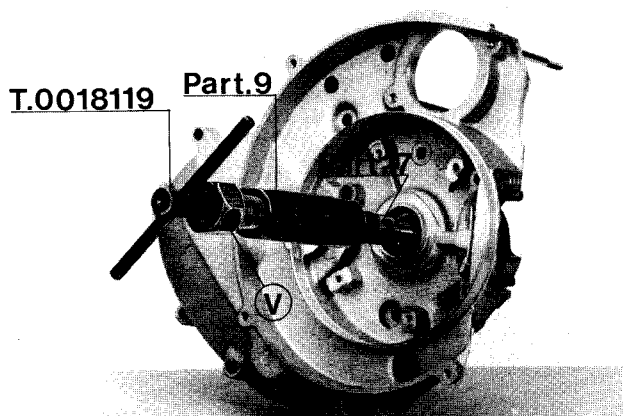

Fig. 74
**Fig. 74 - Albero motore sul semicarterm lato volano:** inserire l'albero motore sul semicarterm lato volano come rappresentato in fig., applicare l'attrezzo T.0018119 munito dei particolari 9 e 17 ed agire sul dado «V» fino a tirare l'albero motore a battuta sul cuscinetto a sfere del semicarterm.